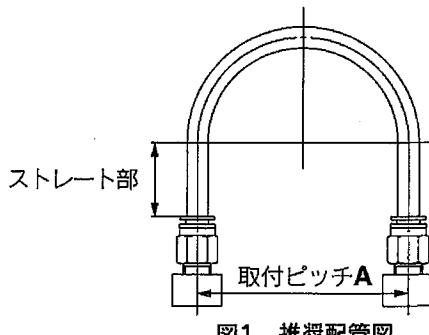

図1 推奨配管図
- (1) ワンタッチ管継手に配管する際は、図1の推奨配管条件にて、チューブ長さに余裕を持った配管をお願いします。